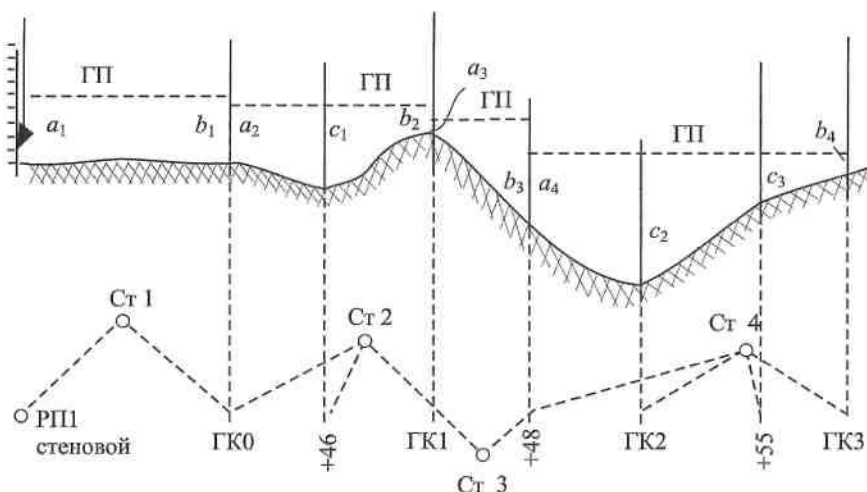

Рис. 8. Схема нивелирования трассы
1. Определить положение связующих и промежуточных точек по трассе (схема нивелирования трассы на рис. 8, значение отсчетов по рейкам в прил. 2).